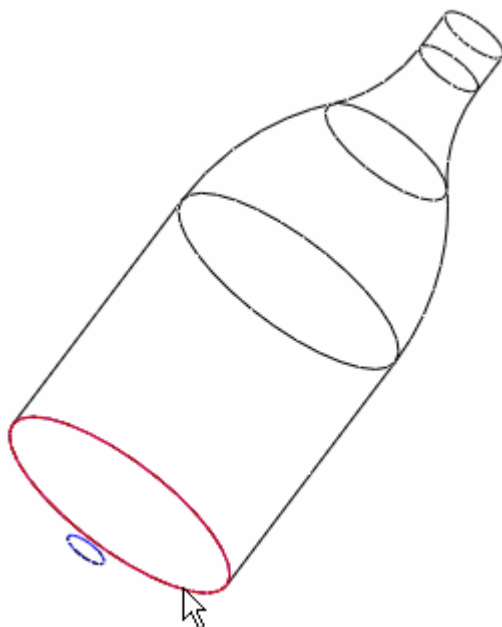

图 65-9
- (3) 单击 ，完成曲线特征建立。
- (4) 方法同上，选择图 65-9 箭头所示的圆周边线建立曲线。